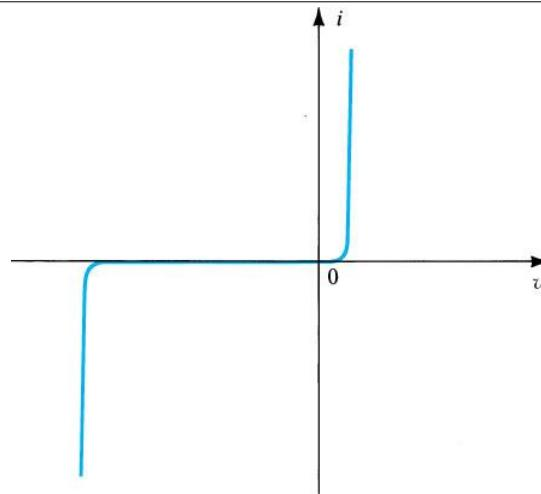
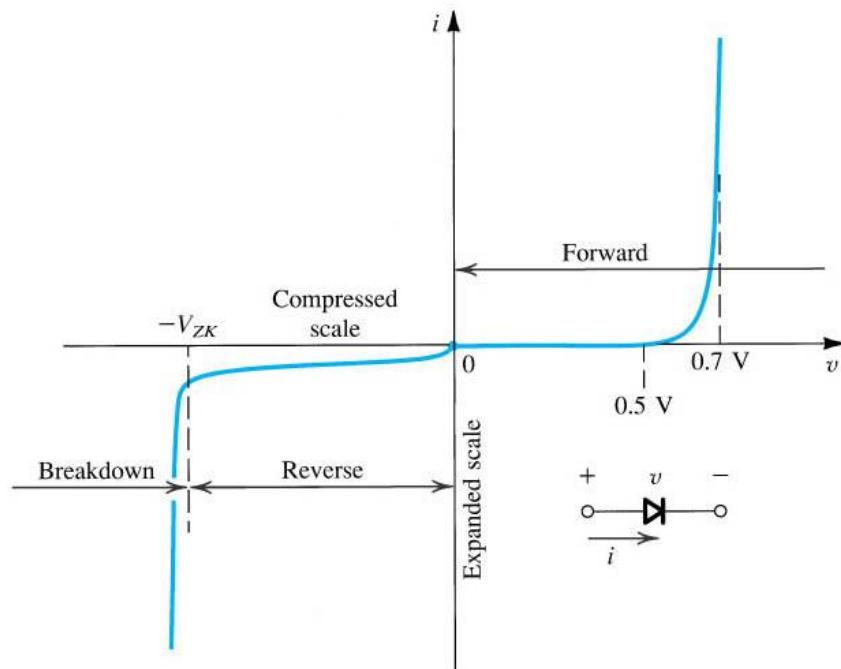

Figura 4: A característica i - v de um diodo de junção de silício.
Figura 5: A relação i - v de um diodo de silício com algumas escalas expandidas e outras comprimidas a fim de revelar certos detalhes.
A característica $i-v$ de um diodo real, no entanto, tem a forma mostrada na figura 4. A figura 5 mostra uma característica $i-v$ típica de um diodo de silício, com algumas regiões com escala expandida e outras com escala comprimida de modo a mostrar melhor os detalhes de operação do diodo. A mudança de escala resultou em uma aparente descontinuidade na origem. Observe que a operação do diodo é não-linear e depende da tensão v aplicada entre seus terminais. A figura 5 mostra três regiões distintas de operação.
Na **região de polarização direta** ($v > 0$), o diodo precisa ter uma tensão $v \geq V_D > 0$ para que haja a passagem de corrente pelo elemento. Observe na figura 5 que a corrente é desprezível para v menor que cerca de 0,5 V. Essa tensão é chamada de tensão limiar de condução ou tensão de corte. Para uma “condução plena”, a queda de tensão no diodo de silício se restringe a uma pequena faixa entre 0,6 e 0,8 V, aproximadamente. Isso dá origem a um “modelo” simplificado do diodo real, mais realista do que o modelo do diodo ideal mostrado na figura 2, em que é suposto que a queda de tensão em um diodo em condução
4. (0,5 pt) Consulte no datasheet do diodo 1N4007, que será utilizado no laboratório, o valor da tensão de polarização direta (*forward voltage*) deste diodo (não é de 0,7 V como o exemplo da figura 5!).
Na **região de polarização reversa**, determinada por $v < 0$, o termo exponencial da Eq. 1 torna-se desprezivelmente pequeno comparado com a unidade, e a corrente no diodo torna-se $i = -I_S$, ou seja, para este modelo a corrente na direção reversa é constante e igual a I_S . Em diodos reais, a corrente reversa, ainda que bem menor do que a corrente direta, é consideravelmente maior que I_S e aumenta com o aumento da tensão reversa, como pode ser observado na figura 5.